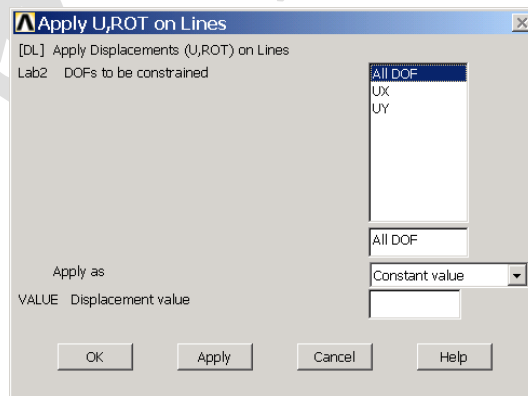

图9.19 定义边界条件
(20) 下面施加边界条件，单击 Main Menu>Preprocessor>Loads>Define Loads>Apply>Structural>Displacement>On Lines 菜单，选择模型的左边线，单击【OK】按钮，弹出如图 9.19 所示的对话框。在【DOFs to be constrained】列表框中选择【ALL DOF】，然后单击【OK】按钮。